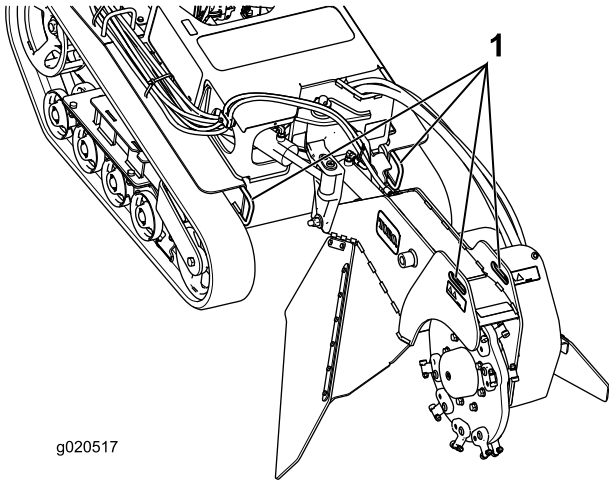
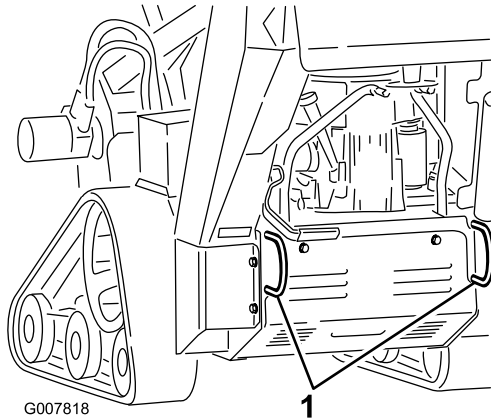

Figura 21
Figura 22
3. Sujete la máquina a un remolque con cadenas o correas usando los puntos de amarre/izado situados en la parte delantera y trasera de la máquina (Figura 21 y Figura 22). Consulte en la normativa local los requisitos aplicables al remolque y al sistema de amarre.
Puede izar la máquina usando los puntos de amarre/izado (Figura 21 y Figura 22).